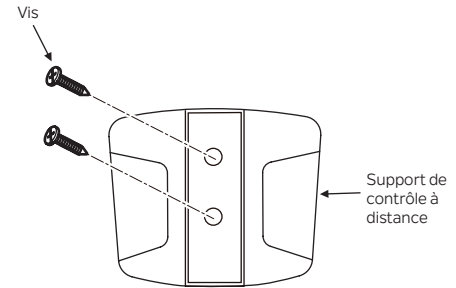

Fig. 24
Étape 1. Fixez le support de commande à distance avec la vis de montage de deux télécommandes fournie. (Fig.24)